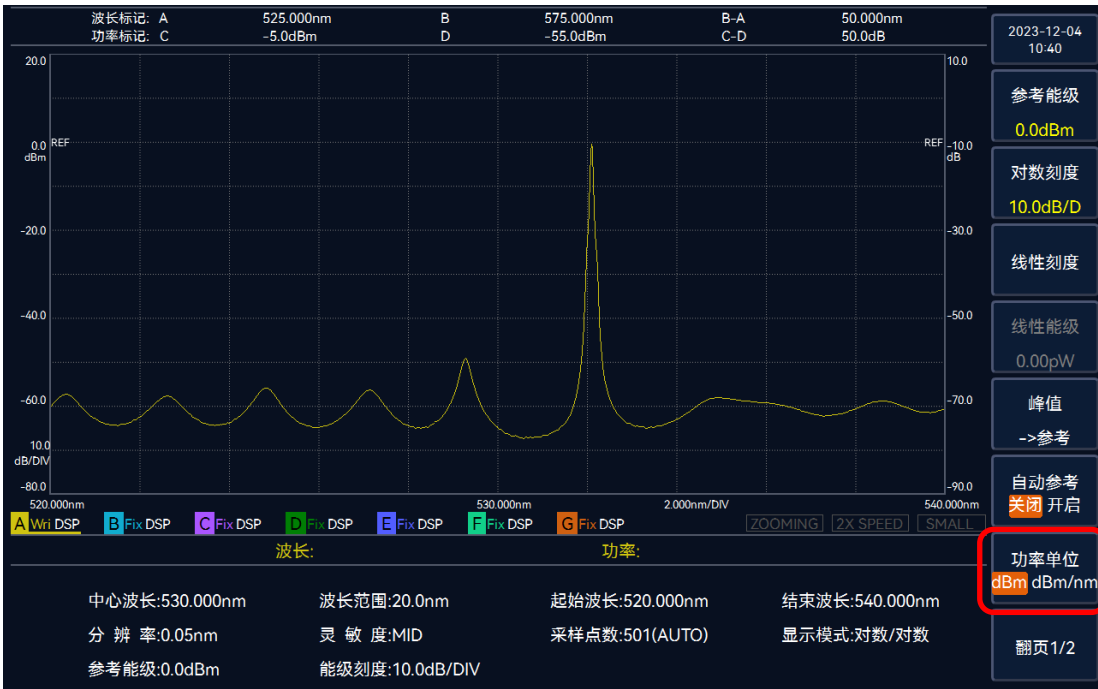

图 3.28 设置功率单位界面
2. 选择【功率单位 dBm dBm/nm】，完成切换设置，如图 3.28 所示。